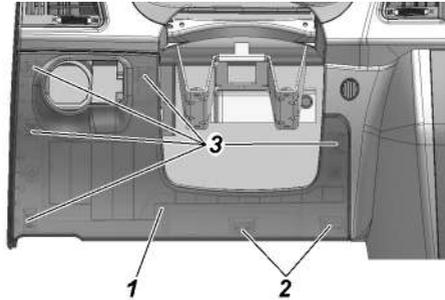

Рис. 9.29. Установка крышки блока реле и предохранителей :
- вывести из зацепления две защелки 2 (рис. 9.29) с оборотной стороны крышки блока, расположенные в нижней ее части;